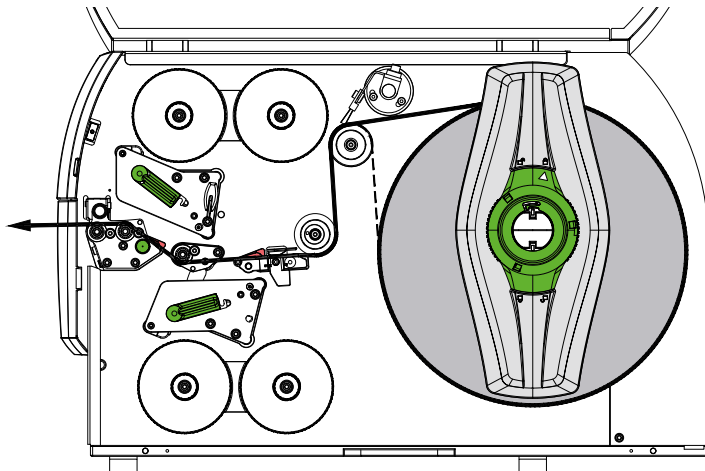
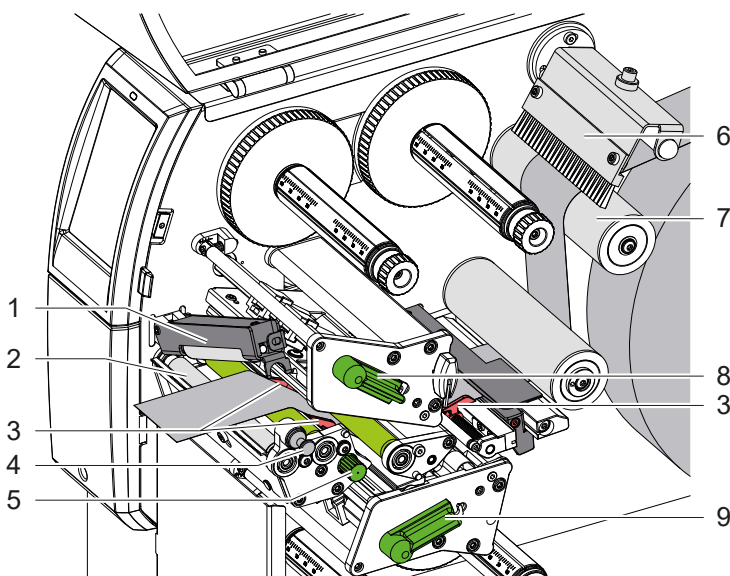

Bild 12 Materiallauf
Bild 13 Material in Druckmechanik einlegen
1. Materialstreifen von der Rolle abwickeln und gemäß Bild 12 zur Druckmechanik führen.
2. Rastbolzen (4) ziehen. Das Andrucksystem (1) schwenkt nach oben.
3. Hebel (8) gegen den Uhrzeigersinn und Hebel (9) im Uhrzeigersinn drehen, um beide Druckköpfe anzuheben.
4. Bürste (6) von der Umlenkrolle (7) abschwenken.
5. Führungen (3) durch Drehen des Knopfes (5) so weit auseinander fahren, dass das Material dazwischen passt.
6. Material wie in Bild 13 durch beide Druckeinheiten bis zur Zugwalze (2) führen und zwischen den Führungen (3) platzieren.
7. Führungen durch Drehen des Knopfes (5) dicht an die Materialkanten heranfahren.
9. Rastbolzen (4) ziehen. Andrucksystem (1) nach unten drücken und mit Rastbolzen verriegeln.
12. Bürste (6) an die Umlenkrolle (7) anschwenken.